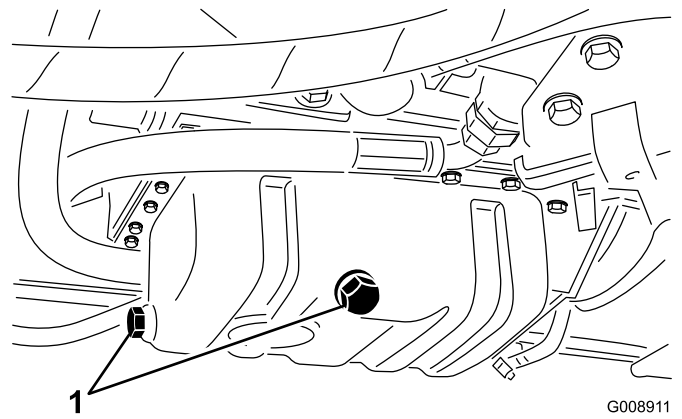

図 61
1. ドレン・プラグのどちらか一方（図 61）を外してオイルを容器に受け、オイルの流出がおわったらプラグを元通りに取り付ける。